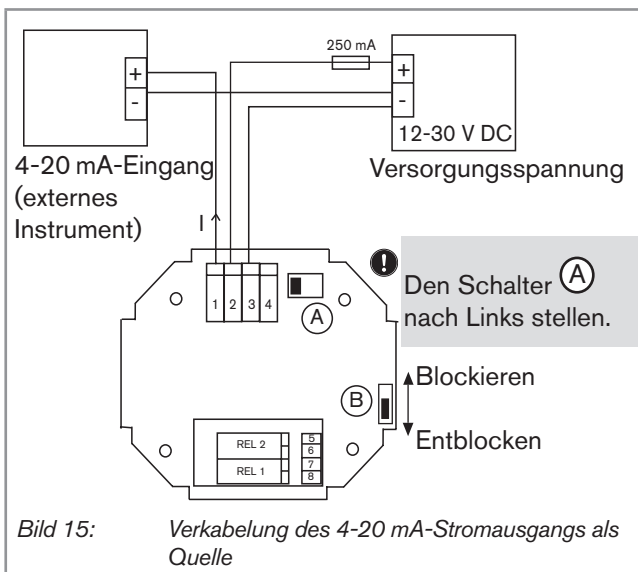
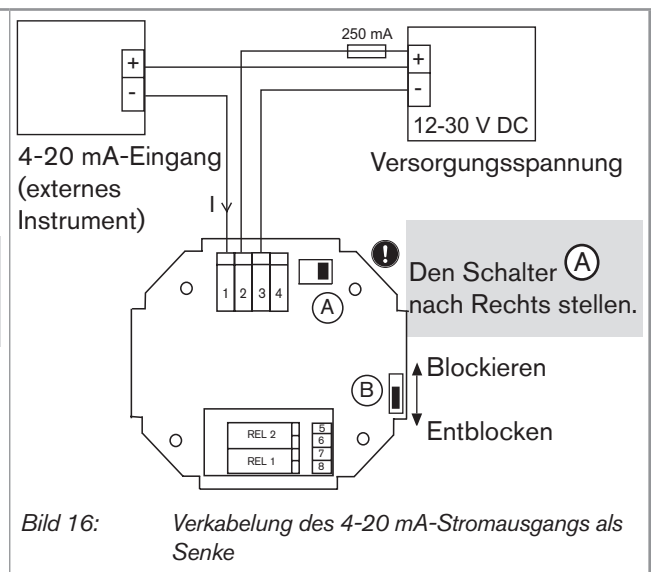
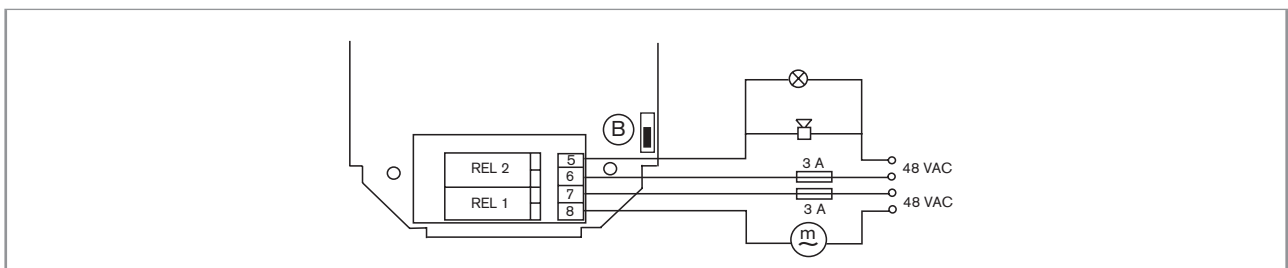

Bild 15: Verkabelung des 4-20 mA-Stromausgangs als Quelle
Bild 16: Verkabelung des 4-20 mA-Stromausgangs als Senke
Bild 17: Verkabelung der Relais
- Das Kabel durch die Überwurfmutter dann durch die Kabelverschraubung führen und laut Bild 15 oder Bild 16 bzw. Bild 17 verkabeln.
→ Das Kabel durch die Überwurfmutter dann durch die Kabelverschraubung führen und laut Bild 17 bzw. Bild 19 oder Bild 20 verkabeln.
→ Die Relais, wenn auf dem Gerät vorhanden, gemäß Relais einer 12-30 V DC Version verkabeln (siehe Bild 17).